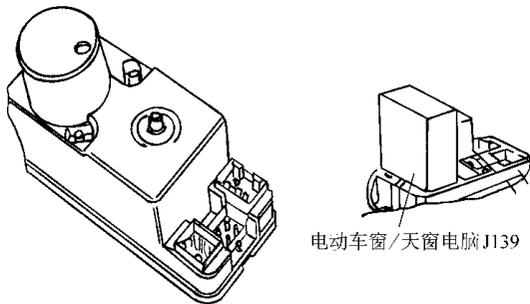

图 5-16 电动车窗/天窗电脑 J139
(1) 症状 1: 电动车窗电脑 (图 5-16) 外发出咔嗒声; 蓄电池完全放电。